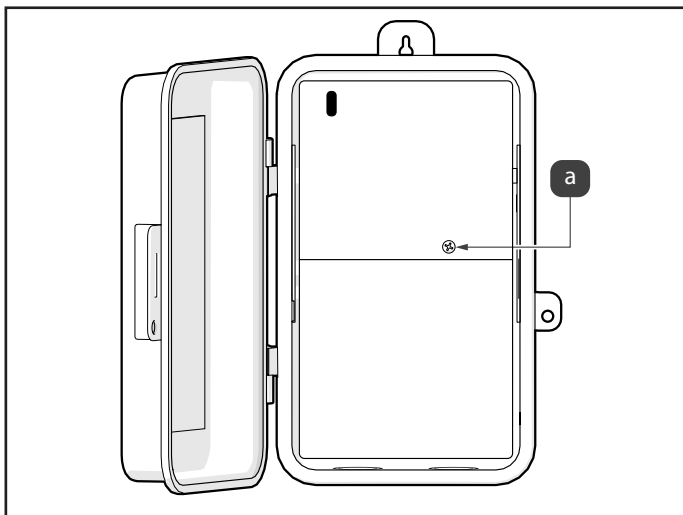

Figure 1. Retirez la vis de la face neutre
3. Ouvrez le boîtier du centre d'alimentation AquaLink TCX et retirez la face frontale métallique. La face frontale est maintenue en place par une vis, reportez-vous à la Figure 1 (a).